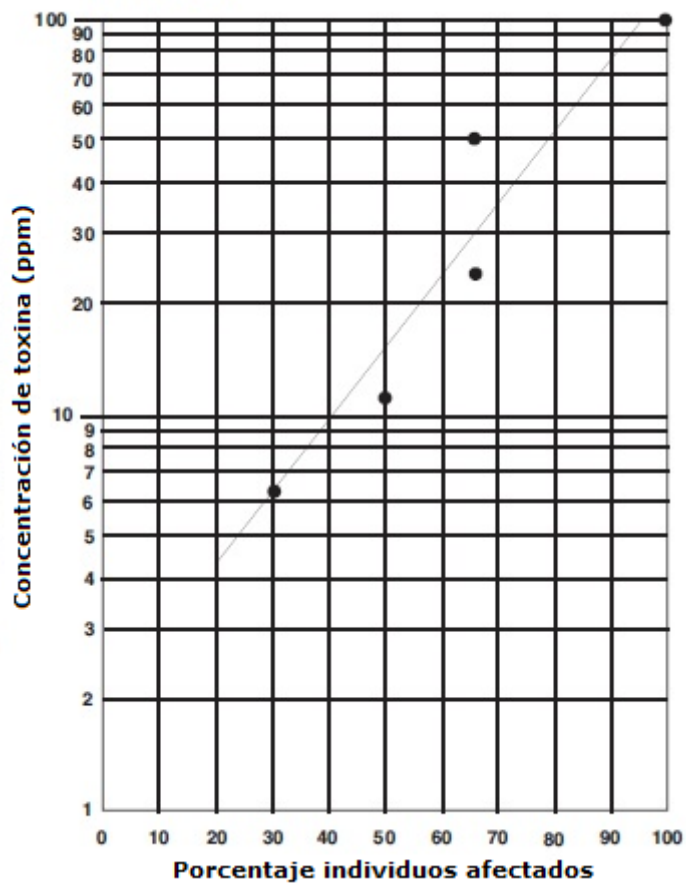

FIGURA 4: Ejemplo de la gráfica obtenida.
4. Dibujar el promedio que mejor se ajuste a una línea recta entre todos los puntos (véase el ejemplo de la **tabla 1** y **figura 4**)